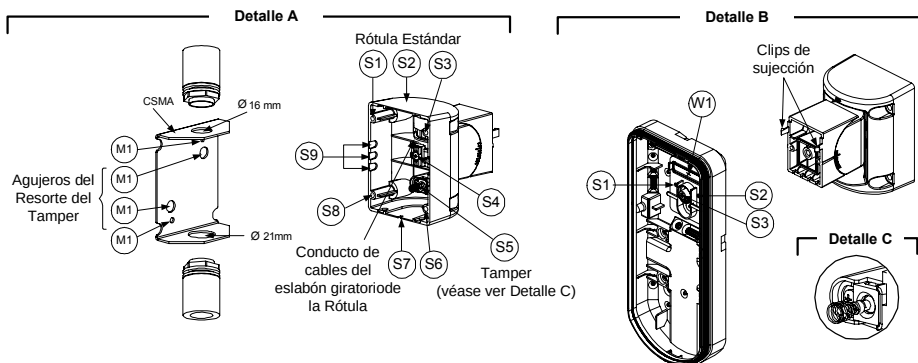

Figura 6
3. Abra los agujeros pre-marcados en la base externa (Figura 6, Detalle B)
4. En el accesorio de la rótula giratoria elimine el agujero pre-marcado que necesite para pasar el cableado por la rótula: S2, S7 o S9 (Figura 6, Detalle A).
5. Extraiga el tamper posterior de la base interna (ver el párrafo "Cambiando la Posición del Tamper Posterior") y conéctelo a S5 (Figura 6, Detalle A) en la Rótula Giratoria Estándar.
- a. Inserte el cableado del cable externo a través de los agujeros pre-marcados S2, S7 o S9 y sáquelos (incluyendo los cables del tamper) a través del Conducto de los Cables de la Rótula Giratoria (Figura 6, Detalle B).
Montaje del Conducto de la Rótula Giratoria (usando el Adaptador de Conducto de Metal de la Rótula Giratoria - CSMA, Figura 6, Detalle A)
- Inserte los cables externos y los cables del tamper desde el conducto a través del conducto de cables de la rótula giratoria (Figura 6, Detalle A).
El resorte del tamper S5 (Figura 6, Detalle A) debe hacer contacto con la pared a través de los agujeros de los resortes del tamper M2 o M3 en el CSMA. Asegúrese de oír el "Clic" del tamper al conectar a la pared.
- Inserte los cables del tamper y el cableado del cable externo de la Rótula Giratoria Estándar a través del agujero pre-marcado W1 en la base externa (Figura 6, Detalle B).